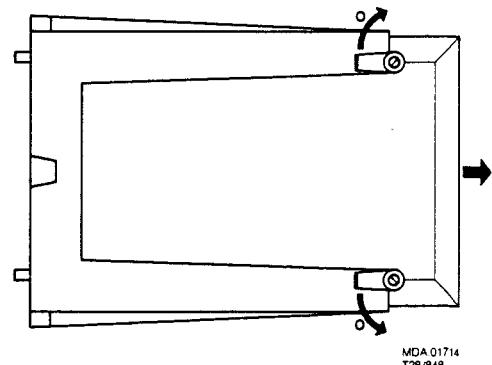

Bild 11
4. Herausnahme der "high-end box" (siehe Bild 11)